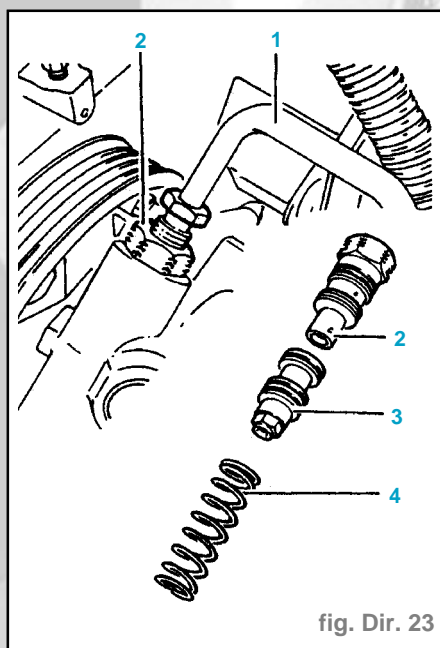

fig. Dir. 23
- Déposer : (fig. Dir. 23)
- le tuyau (1),
- le raccord (2),
- le piston (3) du régulateur de débit,
- le ressort (4).